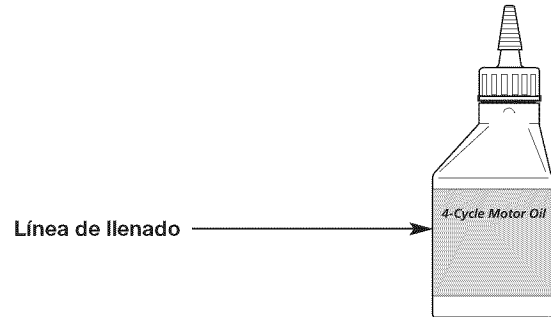

Fig. 23
**NOTA:** Use la botella de aceite vacía que guardó después del uso inicial a fin de medir la cantidad correcta de aceite. Llene la botella de aceite hasta la línea de llenado de 2.03 onzas líquidas (60 ml) que aparece indicada en la parte posterior de la botella (Fig. 23).